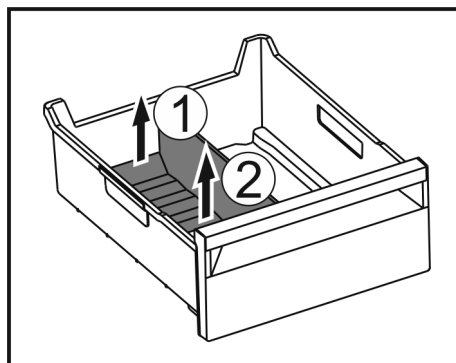

Fig. 237
- Zvedněte zadní část přepážky přihrádky na led. Fig. 237 (1)
- Přepážku přihrádky na led vyjměte nahoru. Fig. 237 (2)